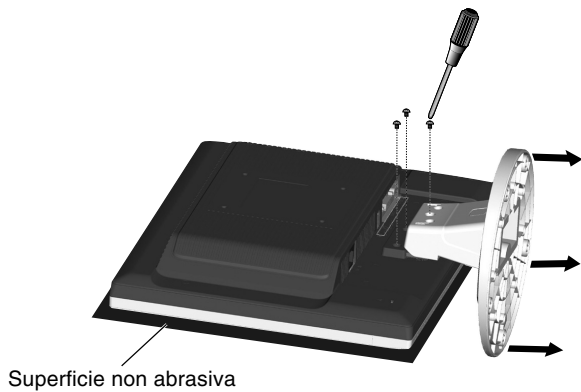

Figura R.1
2. Sistemare il monitor verso il basso su una superficie non abrasiva (**Figura R.1**).
3. Togliere le 3 viti che fissano il monitor al supporto e sollevare il supporto come illustrato (**Figura R.1**). Il monitor ora è pronto per essere montato in modo diverso.
1. Sistemare il monitor verso il basso su una superficie non abrasiva (Figura R.1).